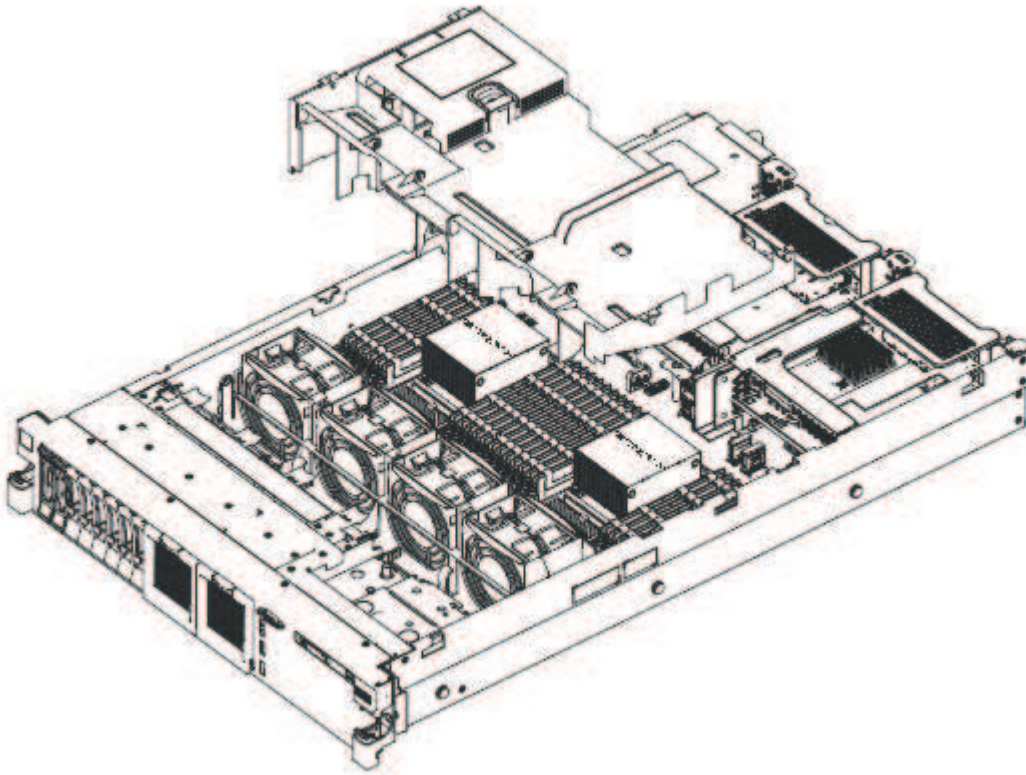

Figura 62. Substituindo a placa defletora de ar
3. Abaixe a placa defletora de ar no lugar, conforme mostrado no Figura 62 na página 81, certificando-se de que todos os cabos estejam fora do caminho. Pressione a placa defletora de ar até que esteja ajustada com segurança.